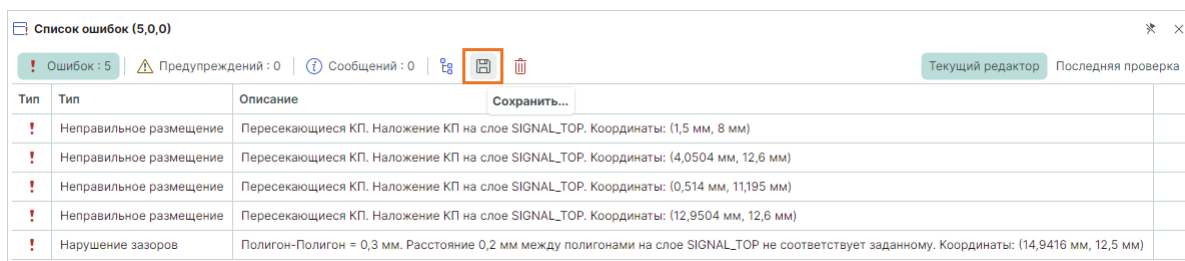

Рис. 829 Переход к выбору директории сохранения
1. Нажмите кнопку «Сохранить», см. Рис. 829.